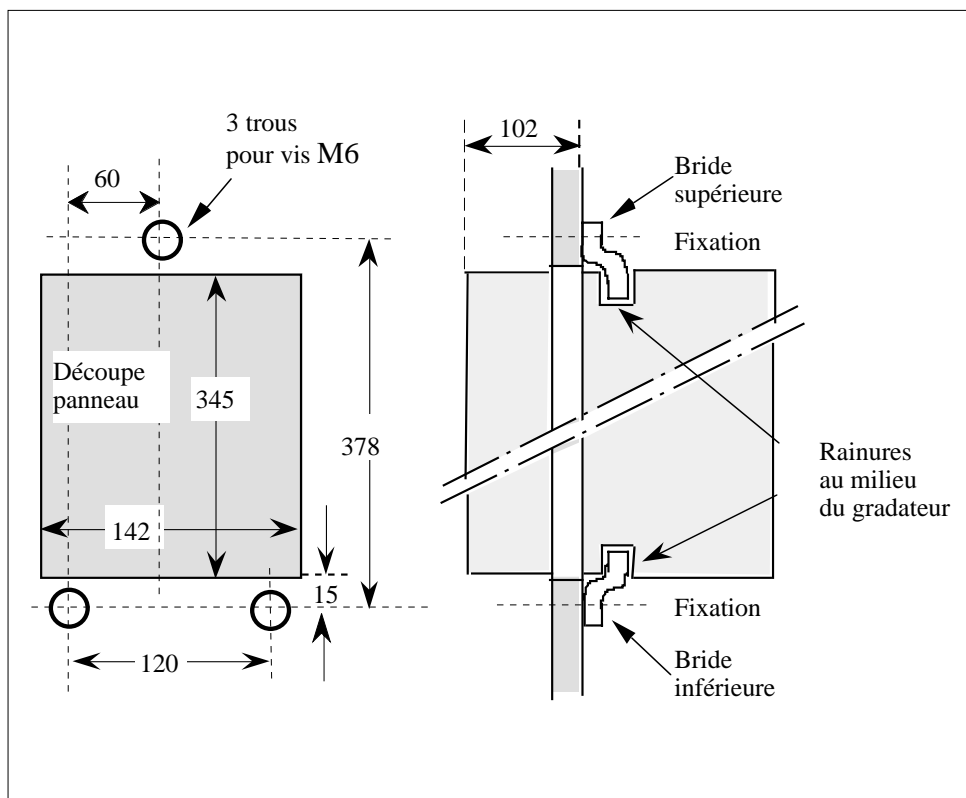

Figure 2 Cotes (en mm) de perçage, découpe et fixation des gradateurs 40A et 60A.
- Installer les deux vis **M6** dans l'armoire en respectant les cotes de perçage données (figure 2).